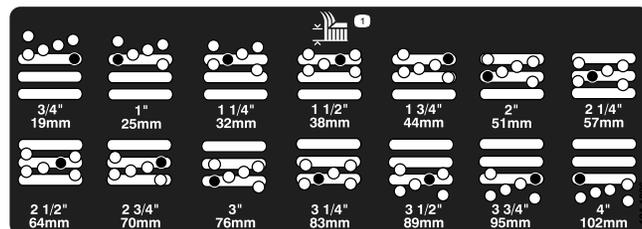

Figura 8
4. Supportate l'alloggiamento e togliete il distanziale (Figura 8).
5. Spostate l'alloggiamento all'altezza di taglio opportuna e montate il distanziale nel foro e nella scanalatura dell'altezza di taglio prescelta (Figura 8).